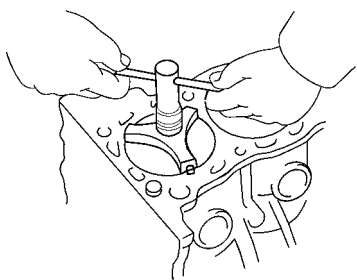

图 1-113 铰去气缸顶部的台阶部分
(6) 切除气缸台阶。如果磨损小于 0.2mm，则可用气缸缸口铰刀铰去气缸顶部的台阶部分，如图 1-113 所示。